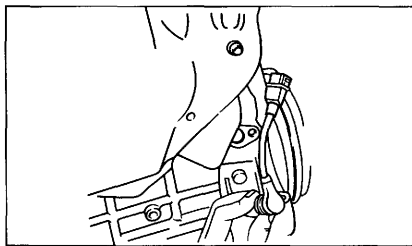

Рис. 8. Датчик скорости и положения коленчатого вала
– датчик скорости и положения коленчатого вала (рис. 8). Работа датчика основана на эффекте Холла. По частоте и фазе выходных импульсов ЭБУ определяет скорость вращения и положения коленвала в конкретной точке. Также при поступлении импульсов с датчика ЭБУ получает информацию о прокрутке двигателя. Если сигнала нет, то подачи бензина не происходит и двигатель не заведется. Тоже происходит, когда частота вращения коленчатого вала превышает допустимую.